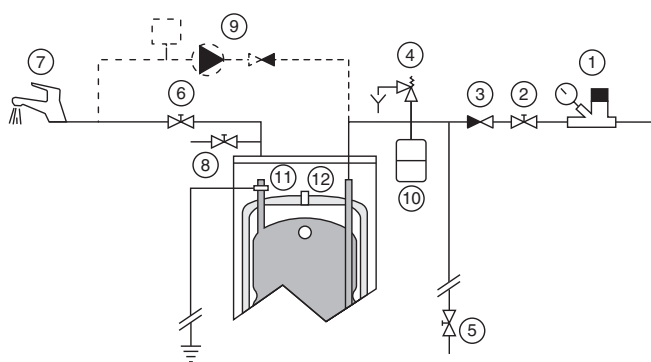
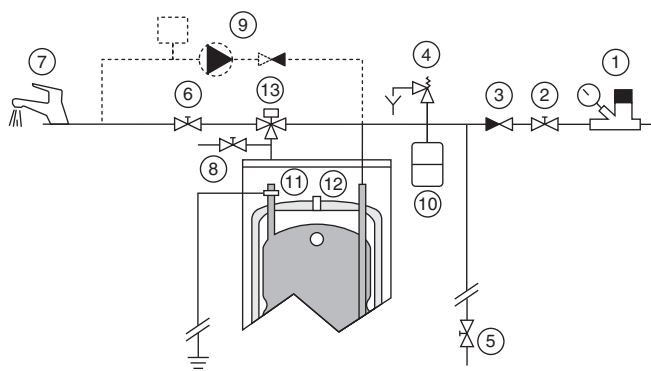

Рис.3: Присоединение без термостатического смесительного клапана.
Рис.4: Присоединение с термостатическим смесительным клапаном.
В случае, когда давление в системе водоснабжения превышает 6 бар необходимо установить редуктор давления на 4,5 бар (1) перед группой безопасности, (см. рис. 3 и 4)
##### 4.1.1 ЗАПОЛНЕНИЕ КОНТУРА САНИТАРНОЙ ГОРЯЧЕЙ ВОДЫ (СМ РИС.3 И РИС. 4)
Для слива контура санитарной горячей воды: (см рис. 3 и рис. 4)